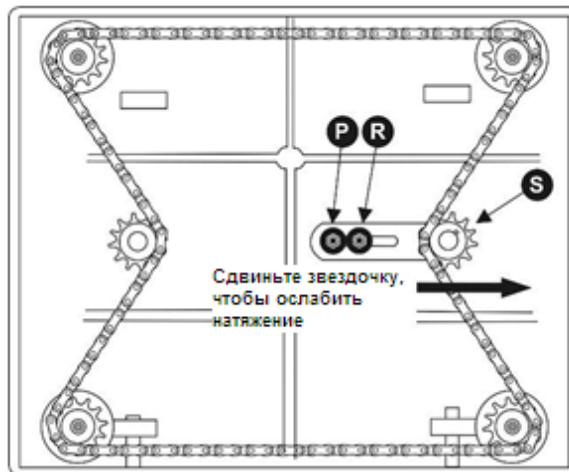

Рисунок 9-3
- Выкрутите винт (Р, Рис. 9-3) и ослабьте винт (R), который позволит переместить узел звездочки (S) настолько, чтобы ослабить натяжение цепи.
7. Если регулировки выполнены правильно, установите цепь обратно на звездочку, сдвиньте звездочку натяжения (S, рис. 9-3) обратно, обеспечив натяжение цепи, затяните болт (R), вставьте и затяните болт (P).